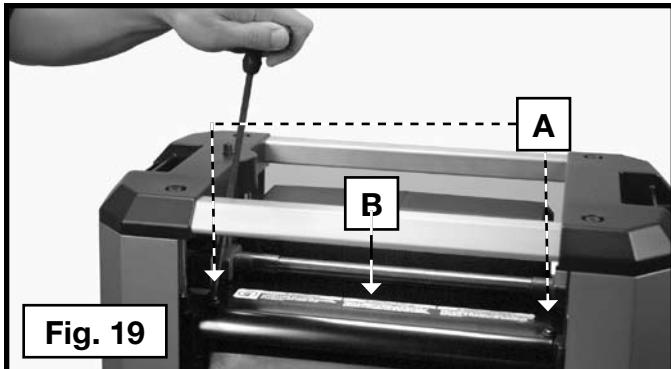
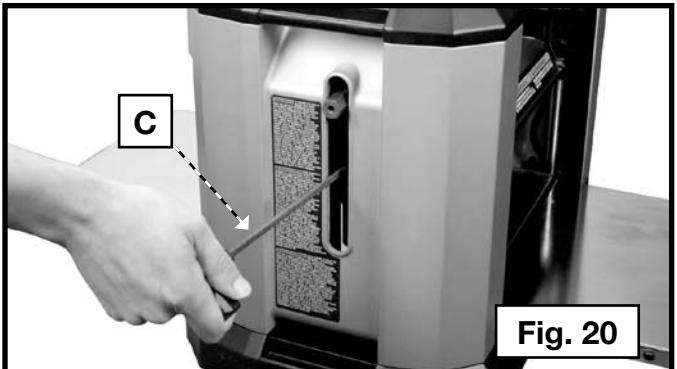

Fig. 19
Fig. 20
1. Relever le module de tête (B) fig. 19, de 102 mm (4 po) comme indiqué par l'« échelle et le pointeur ». Enlever les vis (A) fig. 19.
2. Tirer droit sur le déflecteur à copeaux ou l'accessoire de récupération de poussière - selon la pièce qui est installée sur la raboteuse - (B).
3. Insérer la clé fournie (C), fig. 20, dans le trou hexagonal. Tourner le porte-lame de manière à ce que dispositif de verrouillage du porte-lame s'enclenche.